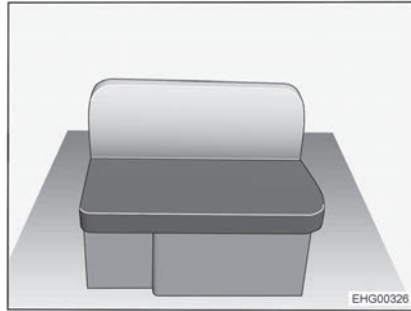

Bild 38 Längsgående sittbänk, höger
- Ta bort sittdynan och ryggdynan från den längsgående sittbänken (Bild 38).